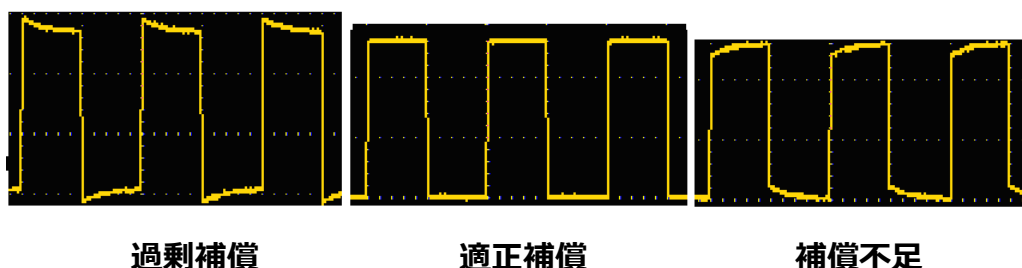
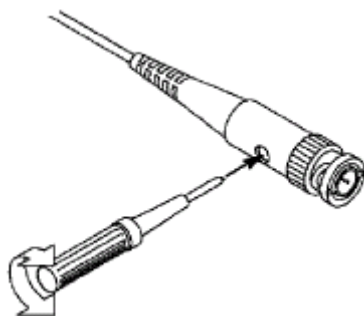

図 3-5 プローブ補正表示波形
図 3-6 プローブ調整
- 2、 表示された波形を確認し、補正が正しく行われるまでプローブを調整します。図 3-5 と図 3-6 を参照してください。